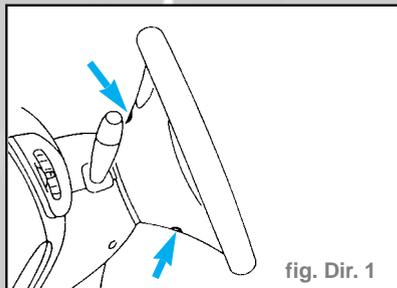

fig. Dir. 1
- Dévisser les deux vis à six pans creux indiquées : pour accéder à chaque vis, il faut tourner convenablement le volant de direction, comme illustré (fig. Dir. 1).